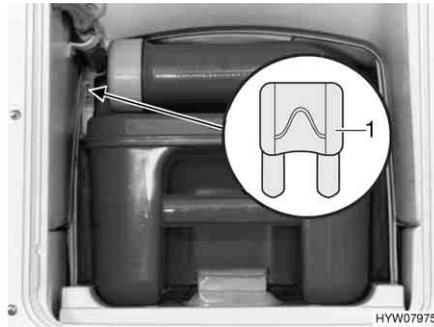

Fig. 113 Fusibile della toilette Thetford
- Sostituire il fusibile (Fig. 113,1).